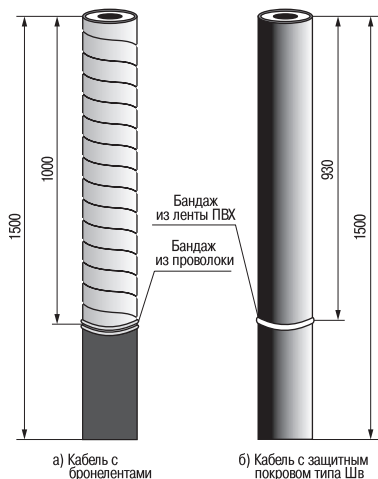

Рисунок 1
4.1 Распрямить конец кабеля на длине 1500 мм. На расстоянии 1000 мм от конца на защитный покров наложить бандаж из 2–3 витков стальной оцинкованной проволоки. Замок бандажа отогнуть в сторону кабеля. Размотать и удалить защитный покров от конца кабеля до бандажа (рисунок 1а).
4.2 В случае защитного покрова типа Шв наложить бандаж из ленты ПВХ на расстоянии 930 мм от конца кабеля и выполнить кольцевой надрез (рисунок 1б).